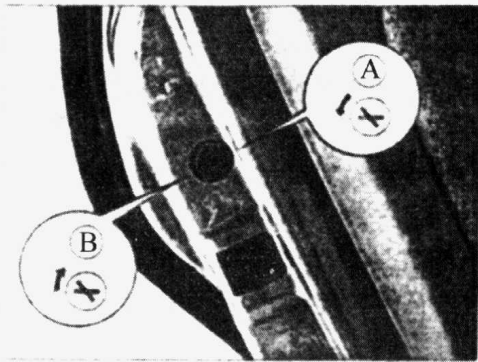

图 1-8 儿童安全装置
后门附加安装了儿童安全装置，如图 1-8 所示。
用汽车钥匙沿箭头所指方向转动儿童安全装置上的缝隙，儿童安全装置被打开，参见图 1-8 (A)。车门又能从车内打开，同时车门安全按钮必须向上拉起。
用汽车钥匙沿箭头所指方向转动儿童安全装置的缝隙,儿童安全装置被关闭,参见图 1-8 (B)。
(4) 前排座椅
① 驾驶员座椅和副驾驶员座椅 (手动调整)